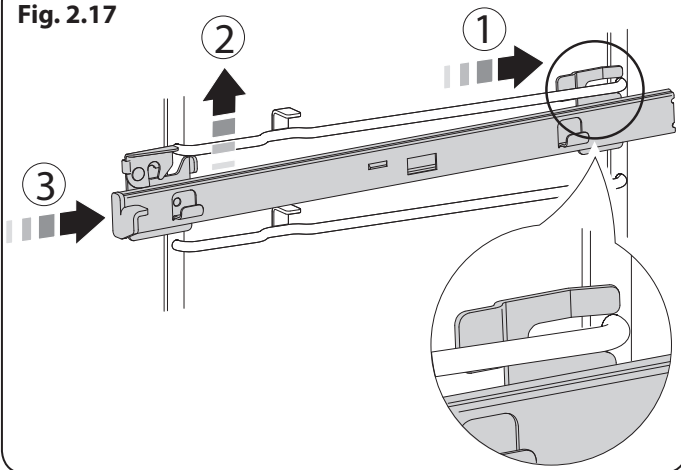

Fig. 2.18
2. Remarque : Pour aider le retrait du plateau vous pouvez insérer un outil plat adapté par l'ouverture du côté des glissières et levez la grille (**Fig. 2.18**).